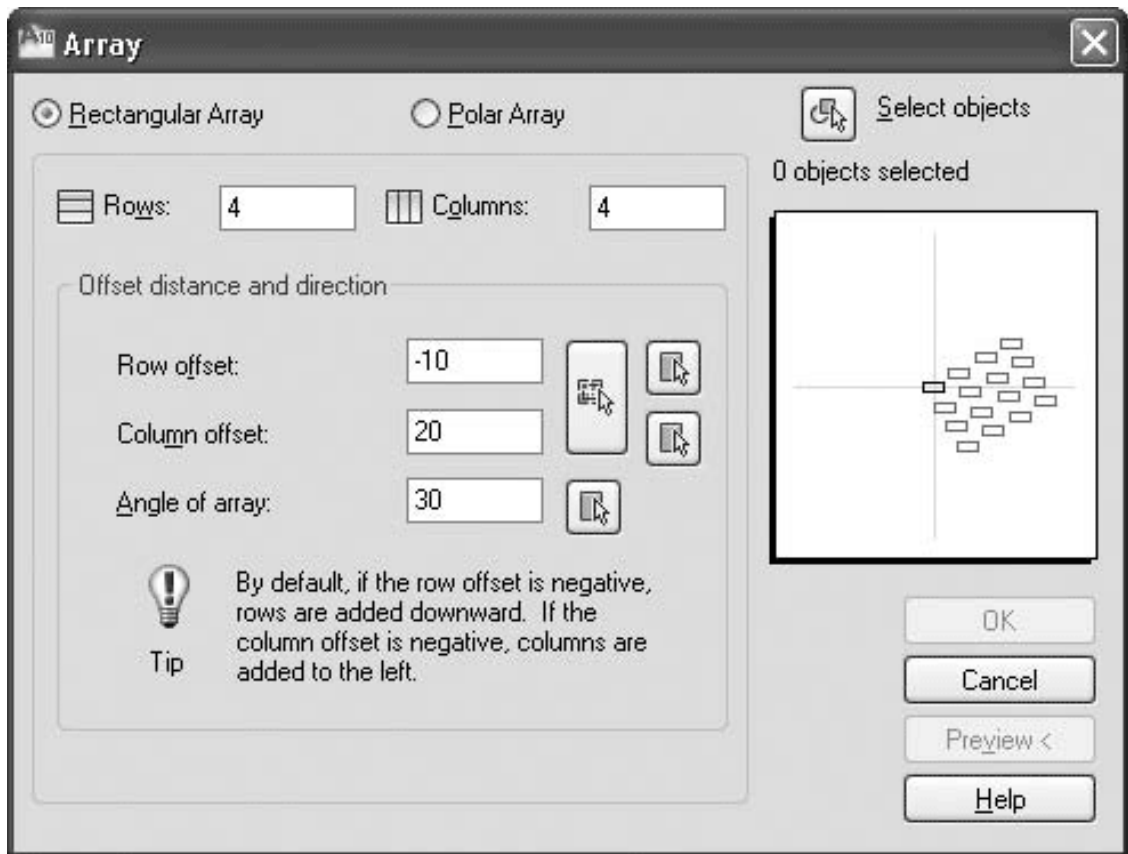

Рис. 6.7. Настройка общего угла прямоугольного массива
- Для указания общего угла массива служит поле **Angle of array** (Угол массива). Вы можете указать численное значение угла в данном поле или, нажав кнопку **Pick Angle of Array** (Указать угол массива), расположенную справа от поля, выбрать две точки на чертеже. Программа AutoCAD измерит угол наклона линии между этими двумя точками и использует его в качестве угла наклона массива (рис. 6.7). По умолчанию задан угол 0°.